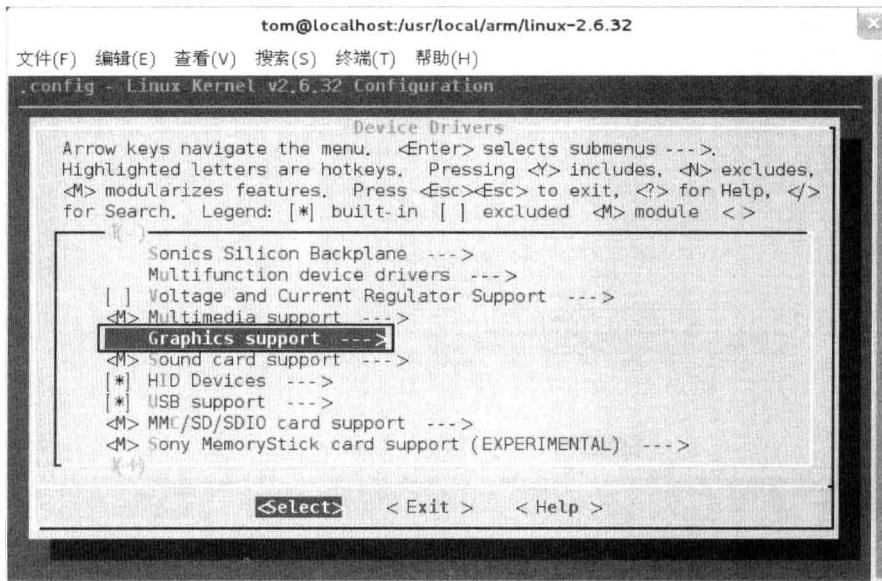

图 6.9 步骤 2
(2) 选择 Graphics support 选项，如图 6.9 所示。